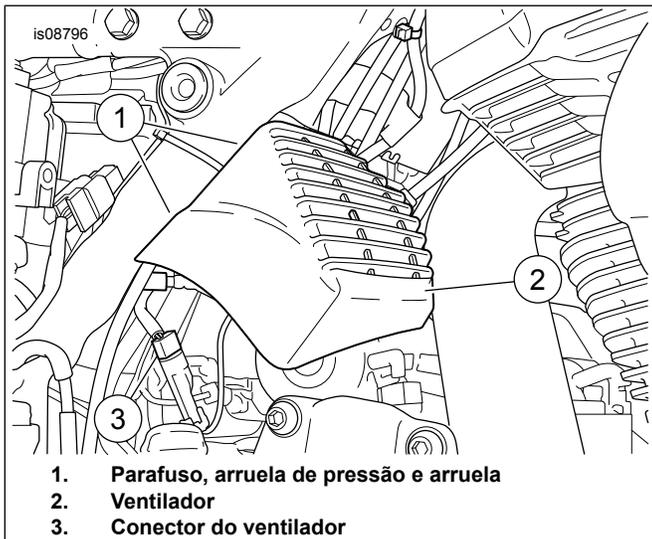

Figura 2. Posicione o ventilador
2. Veja a figura 2.. Posicione o conjunto da ventoinha. Partindo de dentro da área da bandeja da bateria, instale os parafusos (1), as arruelas de pressão (2) e as arruelas lisas (3). Aperte com torque de: